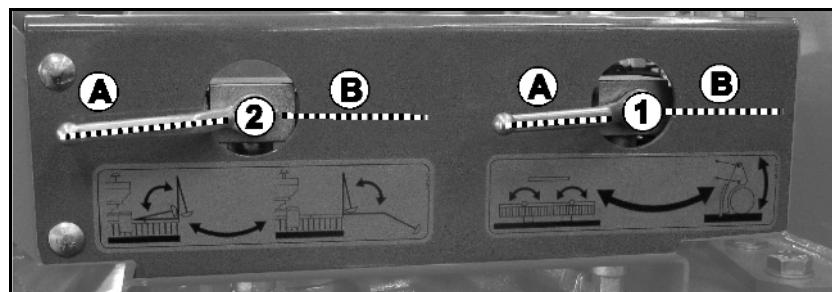

Рис. 102
1. Установите шаровой кран (Рис. 102/1) в положение **A**.
2. Установите шаровой кран (Рис. 102/2) в положение **A**.
10. Установите шаровой кран (Рис. 102/1) в положение **B**.
11. Установите шаровой кран (Рис. 102/2) в положение **A**